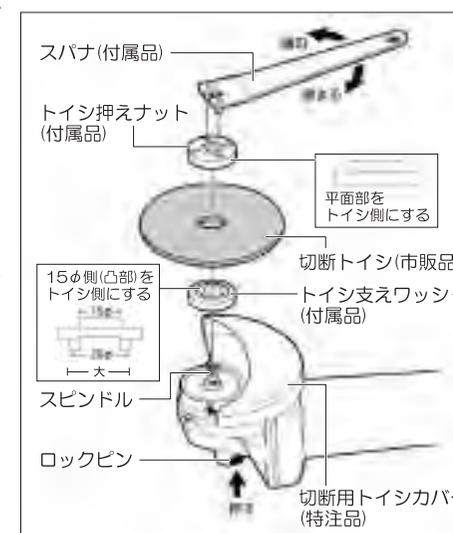

図5
■切断トイシの取付け (図5参照)
- ④切断用トイシカバーは特注品です。
- ④スピンドル凸(切欠)部に、トイシ支えワッシャの凸(切欠)部が噛合っていることを、確認してください。